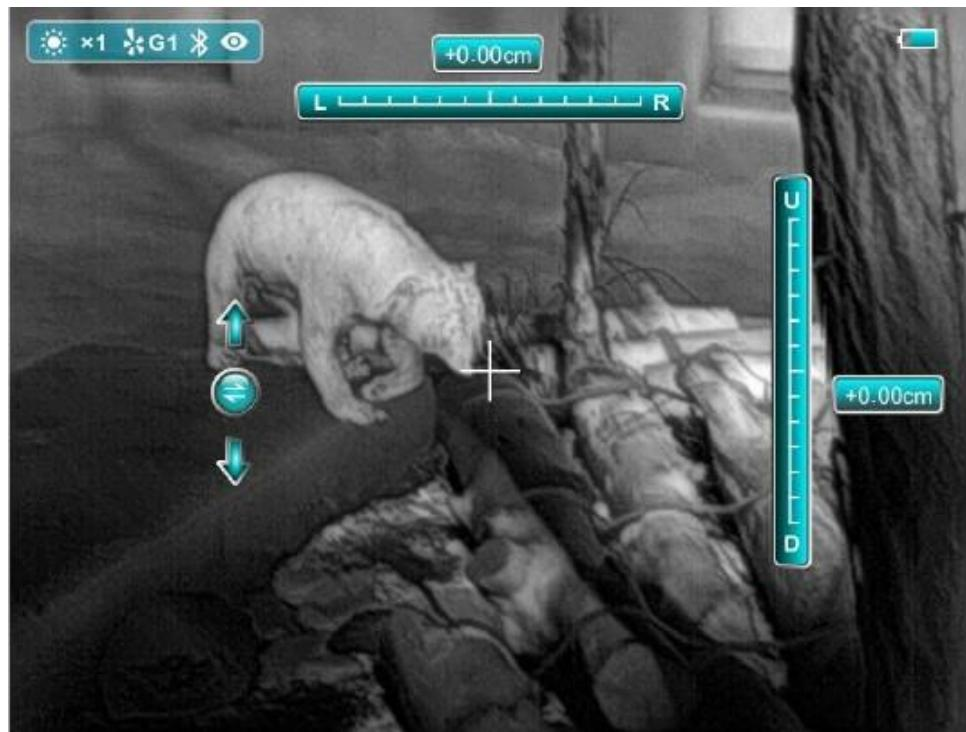

Рис. 8, Интерфейс режима пристрелки,
Для начала пристрелки в расширенном меню, нажимая кнопки 3 или 5 выберите иконку. Нажмите кнопку 5 (M), чтобы войти в режим пристрелки. Информация, которая будет отображаться на экране, показана на рис. 8.